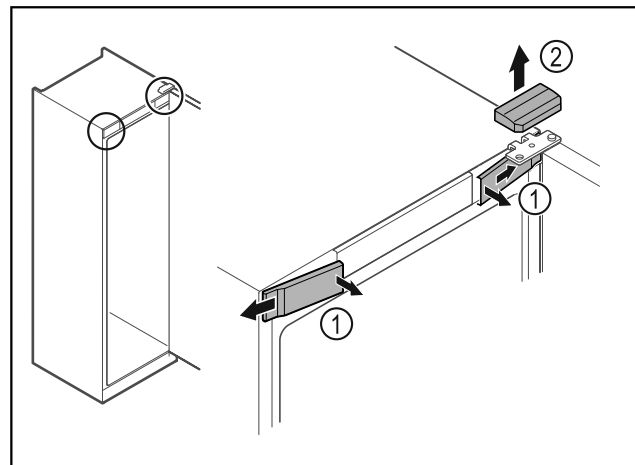

Fig. 16
- ▶ Deblocați apărătorile frontale din interior Fig. 16 (1) și detașați-le în lateral.
- ▶ Scoateți în sus Fig. 16 (2) apărătoarea.